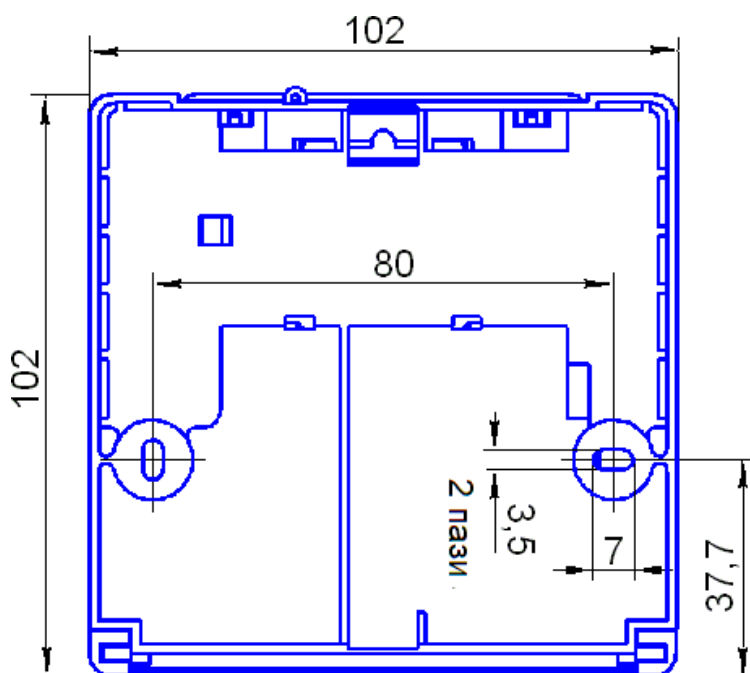
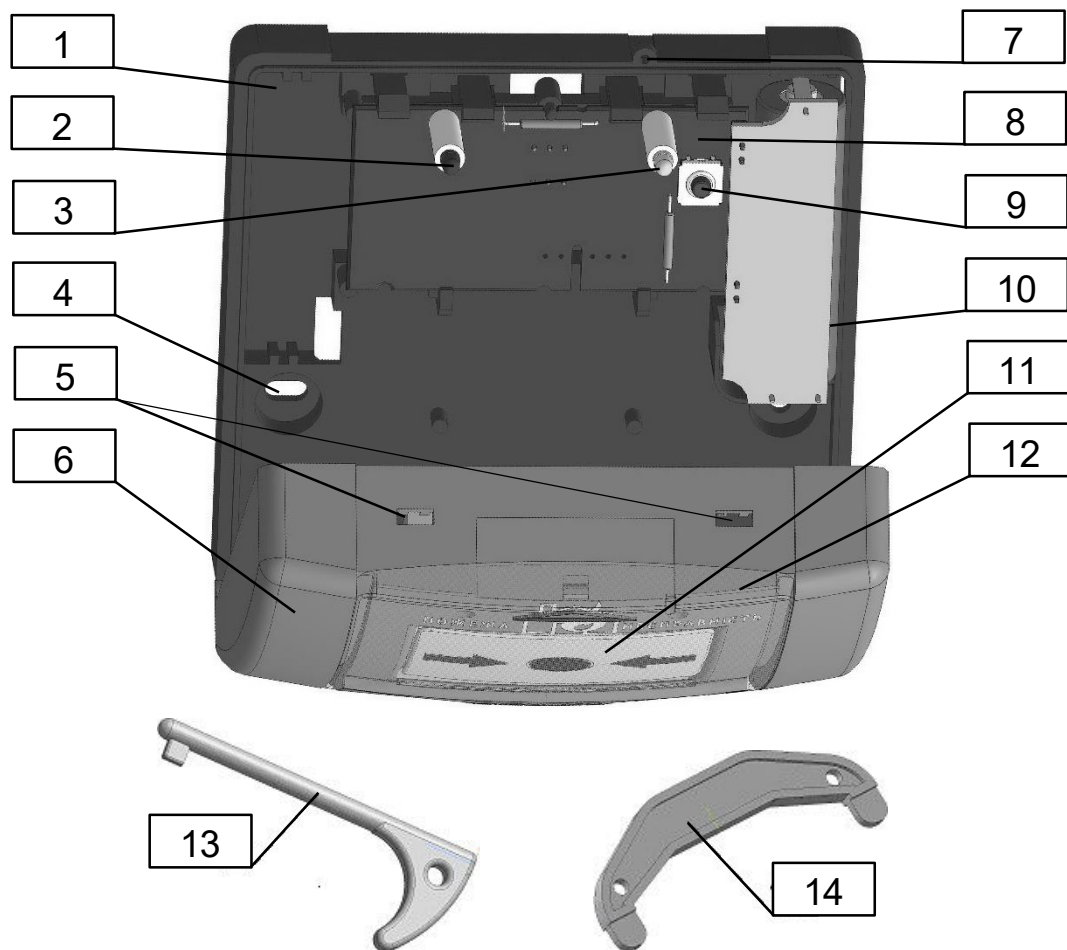

Рис. 1 Габаритні та монтажні розміри сповіщувача
Рис. 2 Загальний вигляд та конструкція сповіщувача
3.1 Габаритні та монтажні розміри сповіщувача приведені вказані на Рис.1, а загальний вигляд та конструкція – на Рис. 2.
3.2 Сповіщувач складається з корпусу 6 і піддону 1 із закріпленою на ньому друкованою платою 8 (див. Рис. 2). Корпус має відкидну прозору кришку 12, призначену для захисту робочого елемента (кнопки) 11 від випадкового натиснення.
3.6 Повернення кнопки в нормальний стан здійснюється за допомогою ключа повернення 13 (див. Рис. 2). Для цього необхідно:
6.2 Сповіщувачі розміщують з врахуванням габаритних та установчих розмірів (див. Рис. 1) у вертикальному положенні. Рекомендована висота розміщення – $1,5\text{м} \pm 10\%$ від рівня полу.